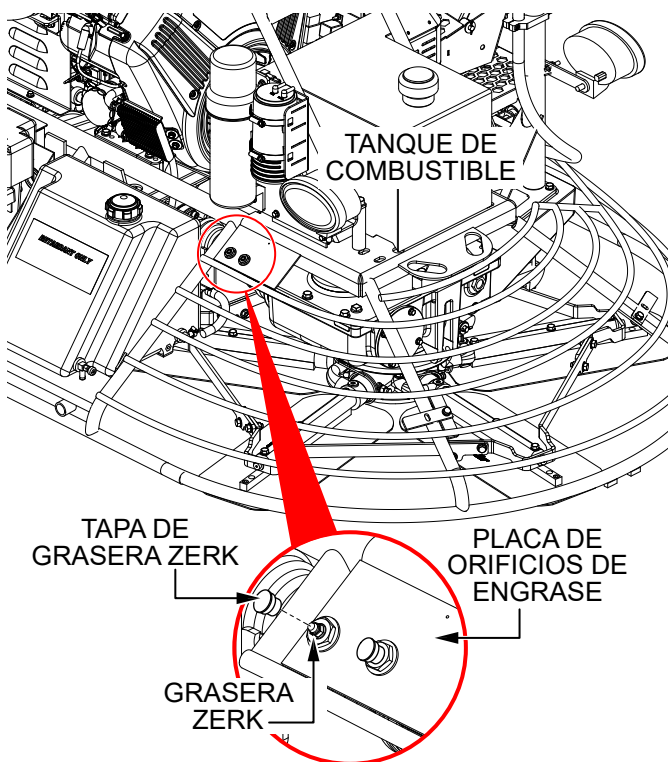

Figura 28. Lubricación de los cojinetes de las chumaceras
1. Localice la placa de orificios de engrase (Figura 28) en la parte trasera de la alisadora, justo detrás del tanque de combustible. Estas dos graseras Zerk se usan para lubricar los cojinetes de las chumaceras.